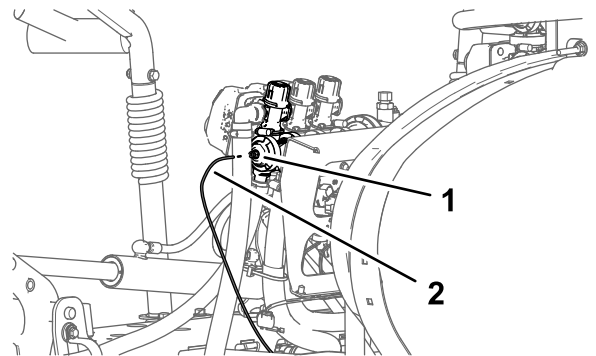

図 27
1. 右側ブーム用バルブのエンドキャップのカップラにあるカラーを押し込む 図 27。
2. ダッシュボード用の水圧検知チューブを抜き出す 図 27。